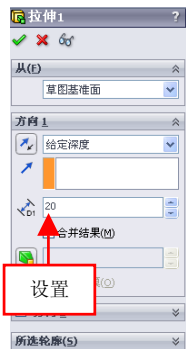

图 8-51 设置参数值
(3) 稍后将弹出【拉伸 1】属性管理器，设置【深度】为 20，如图 8-51 所示。